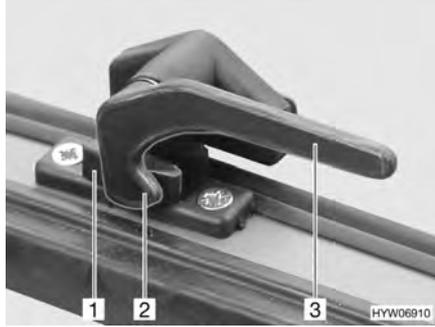

Fig. 55 Levier de verrouillage en position "Fermé"
- Tourner le levier de verrouillage (Fig. 55,3) d'un quart de tour vers le centre de la fenêtre.
- Tourner le levier de verrouillage (Fig. 55,3) d'un quart de tour vers le cadre de la fenêtre. Le tenon de verrouillage (Fig. 55,2) se trouve sur le côté intérieur du verrouillage de fenêtre (Fig. 55,1).
- En position "Fermé" (Fig. 55).